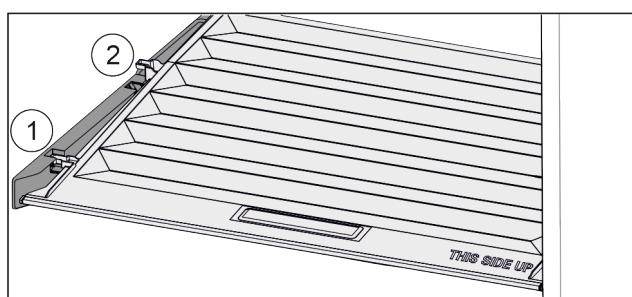

Fig. 32
- Издърпайте напред Fig. 32 (1) капака до отвора в задържащите части.
- Повдигнете го отзад отдолу и отстранете Fig. 32 (2) нагоре.